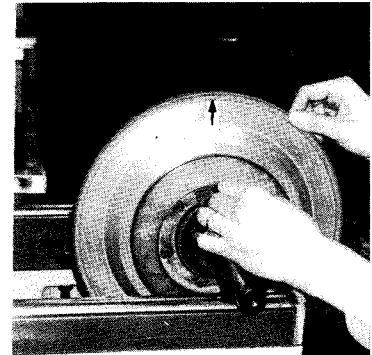

図1-15
- (5) バランスピースの取付け
- ① 矢印の所にバランスピースを1個取り付ける(図1-15)。